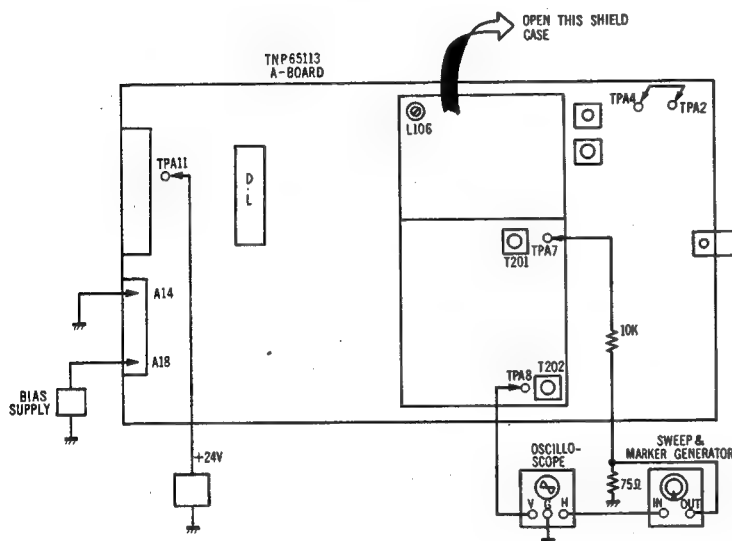

Figure 12 Abb. 12
**Preparation Step** (See figure 12.)
**Vorbereitung** (Vgl. Abb. 12)